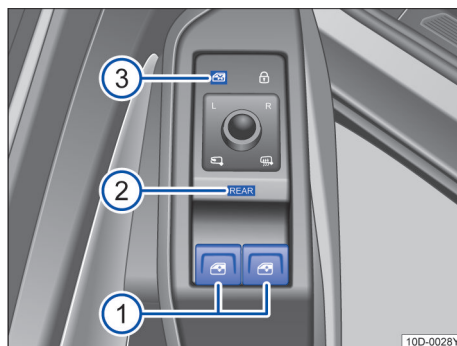

图 53 在驾驶员车门内：前部和后部电动车窗升降器的按钮
- ① 电动车窗升降器的按钮。
- ② 操作区 REAR 用于激活后部电动车窗升降器以及便捷开启及关闭的操作。
- ③ 操作区用于关闭后车门内的电动车窗升降器按钮。
默认情况下，可以通过按钮 →图 53 ① 操作前车门内的电动车窗升降器。
REAR 短暂按下操作区→图 53 ②，REAR 灯亮起，可激活后车门电动车窗升降器的操作。如果在激活后，未进行任何操作，大约 10 秒后恢复前车门电动车窗升降器的操作，REAR 灯亮熄灭。